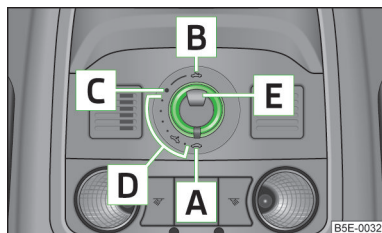

Fig. 24
- Si se desembornó y se volvió a embornar la batería del vehículo, puede ocurrir que el techo corredizo/elevable quede fuera de servicio. Poner entonces el conmutador giratorio en la posición **A** » fig. 24 de la página 44, tirar de éste y sujetar en el rebaje hacia abajo y hacia adelante. A los 10 segundos el techo corredizo/elevable se abre y se cierra de nuevo. Sólo después se debe soltar de nuevo el conmutador giratorio.
- Girar el conmutador a la posición **C** » fig. 24.
- Girar el conmutador a la posición **A** » fig. 24.